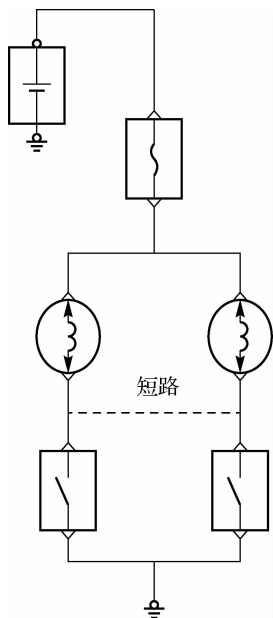
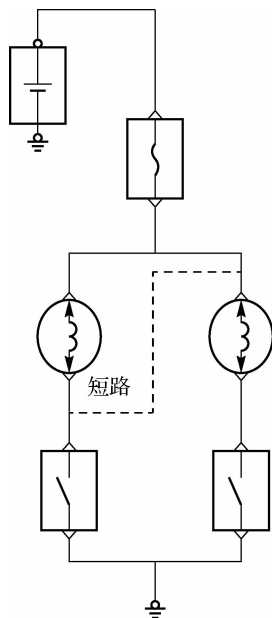

图 3-32 电源短路故障 1
图 3-33 电源短路故障 2
(2)电源短路。在汽车电路故障中,还有一种短路形式是电源短路,通常是一个电路的两个独立分支因导线绝缘层破损而相互连接,如图 3-32 和图 3-33 所示。
电源短路一般会导致电路不能正常工作或反应异常甚至烧毁。如图 3-32 所示,两个独立的支路在开关前面短路,会使两个电路都不能单独控制,任何一个开关都可以同时控制这两个电路。如图 3-33 所示,一个电路灯泡前面的导线和一个电路灯泡和开关之间的导线短接,造成右边的电路失效,而左边的电路正常。因此,遇到短路故障,要具体情况具体分析,不能一概而论,要根据故障的详细情况,参照电路图并利用检测工具正确判断。